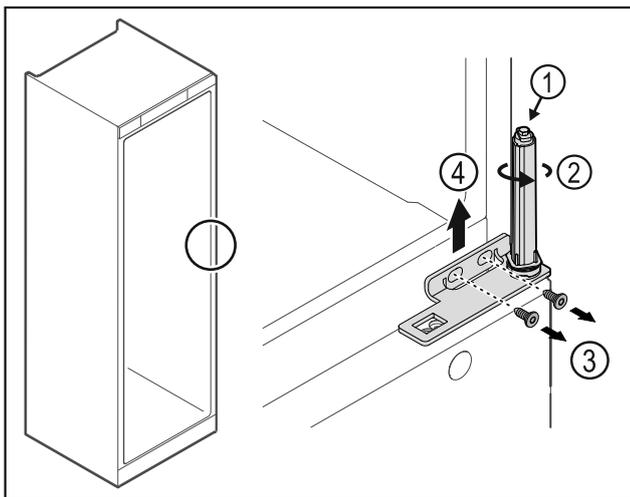

Fig. 32
- ▶ 请勿拆解关门系统 Fig. 32 (1)。
- ▶ 转动关门系统 Fig. 32 (2), 直至听到咔嚓声。
- ▶ 松开螺栓 Fig. 32 (3), 朝上取下合页角铁 Fig. 32 (4)。